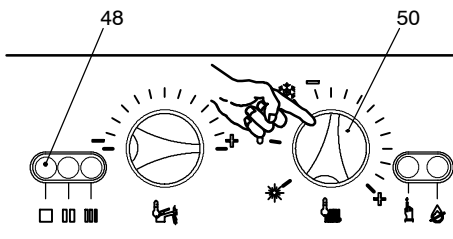

fig. 7.2
- 5 Nel pannello comandi ruotare il selettore di funzione 50 come in fig. 7.2